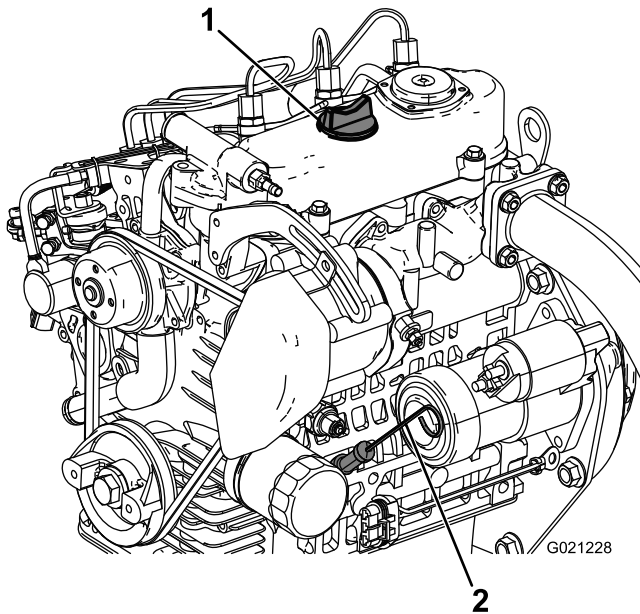

Figura 13
2. Togliete l'asta di livello (Figura 13) ed asciugatela con un panno pulito. Inserite l'asta nel tubo e verificate che
3. Se il livello dell'olio è basso, togliete il tappo di rifornimento (Figura 13) e versate dell'olio fino a portarne il livello alla tacca Full sull'asta.